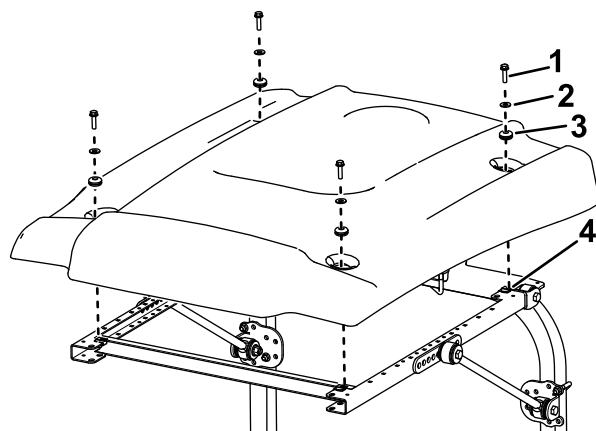

Figura 14
16. Alinee los taladros de montaje y posicione el toldo sobre el bastidor, según se muestra en **Figura 14**.
17. Sujete provisionalmente cada esquina del toldo al bastidor con un perno con arandela prensada ($\frac{5}{16}$ " x 1"), una arandela pequeña y un anillo de goma (**Figura 14**).